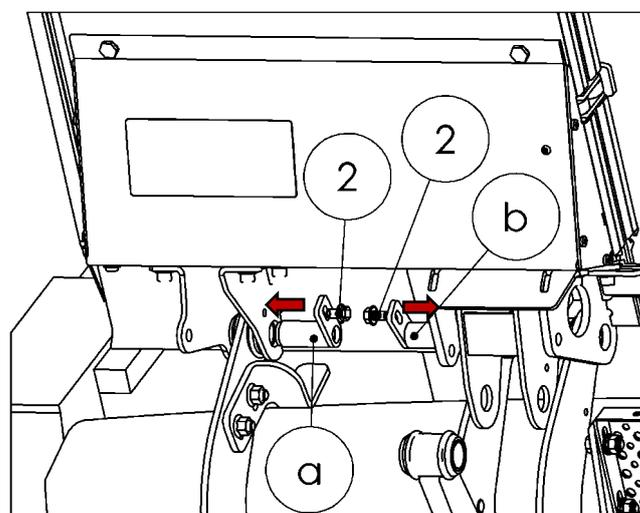

Fig. 55
- Remueva los pasadores (a, b y c) (vea la Fig.55)
- IMPORTANTE:** Tenga en cuenta la dirección de inserción (vea la Fig. 55).
- Monte los tornillos del kit de accesorios (2) para fijar los pasadores y apriételos a 70 Nm.